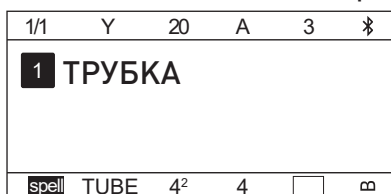

Рисунок 4.1-4
4) Последовательно введите буквы или символы, например: Т, Р, У, Б, К, А; На дисплее отобразится: 1: Трубка (Рис. 4.1-4)